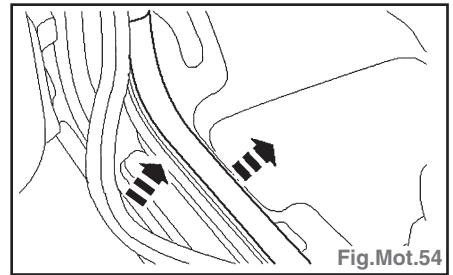

Fig.Mot.54
- Détacher le bourrelet d'étanchéité de porte avant gauche (Fig.Mot.54).
- Détacher le panneau de garnissage latéral de tablier gauche (Fig.Mot.54).